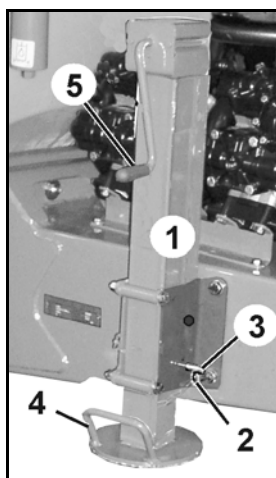

Bild 52
- Stödfoten upphissad vid drift eller transport (Bild 52).
1. Lossa låssprinten (Bild 52/2).
2. Dra ut bulten (Bild 52/3).
3. Hög eller sänk stödfoten med handtaget (Bild 52/4).
5. Sänk/hög stödfoten ytterligare med hjälp av handveven (Bild 52/5).